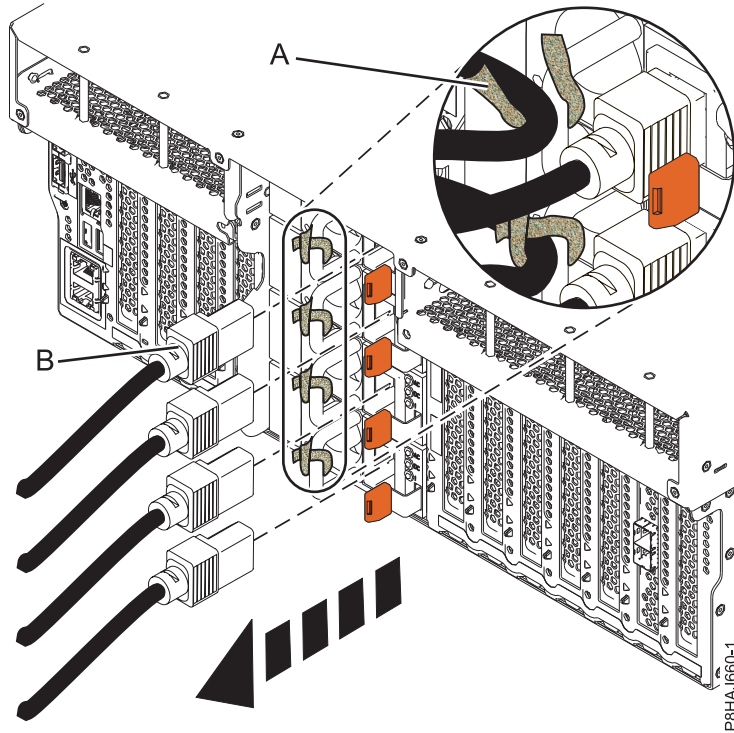
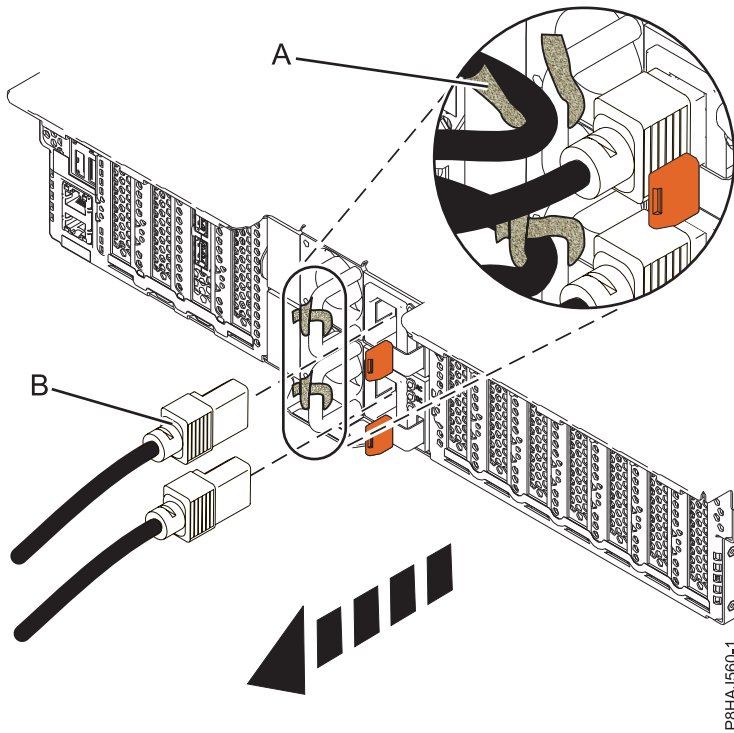
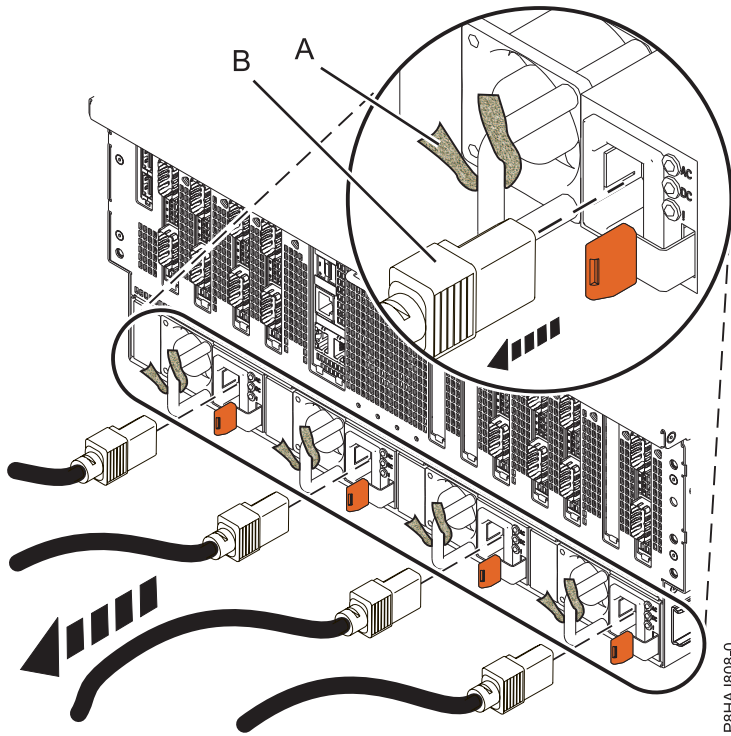

Figura 41. Extracción de los cables de alimentación de un sistema 8247-42L, 8286-41A o 8286-42A
Figura 42. Extracción de los cables de alimentación de un sistema 5148-21L, 5148-22L, 8247-21L, 8247-22L, 8284-21A o 8284-22A
Figura 43. Extracción de los cables de alimentación de un sistema 8408-44E o 8408-E8E
3. Desconecte los cables de alimentación **(B)** de la unidad del sistema. Consulte la Figura 41 en la página 53, Figura 42 en la página 53 o Figura 43 en la página 54, dependiendo del tipo de sistema.